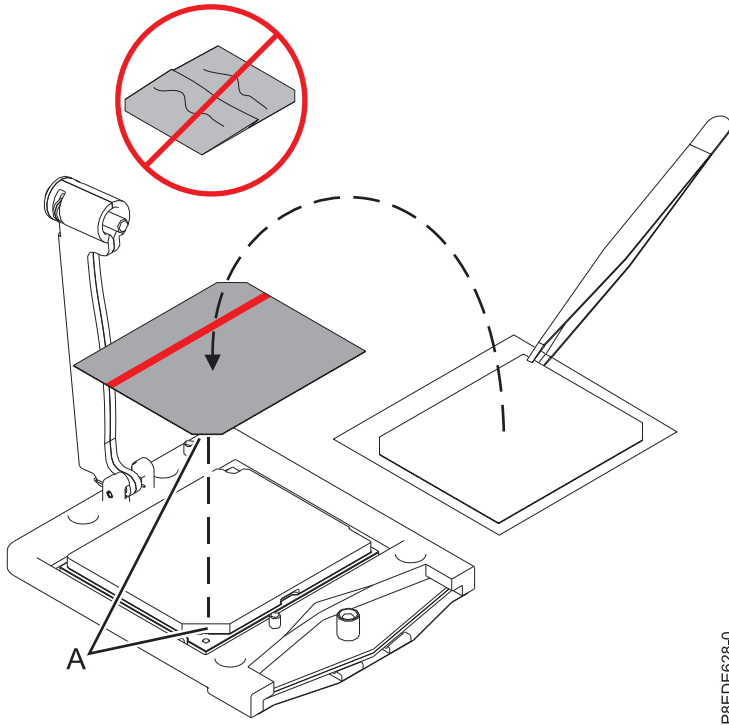

Figure 18. Installation du matériau d'interface thermique
- c. Alignez l'un des deux chanfreins 45 degrés du matériau d'interface thermique avec le chanfrein du module processeur (**A**), comme illustré dans la figure 18, à la page 20.